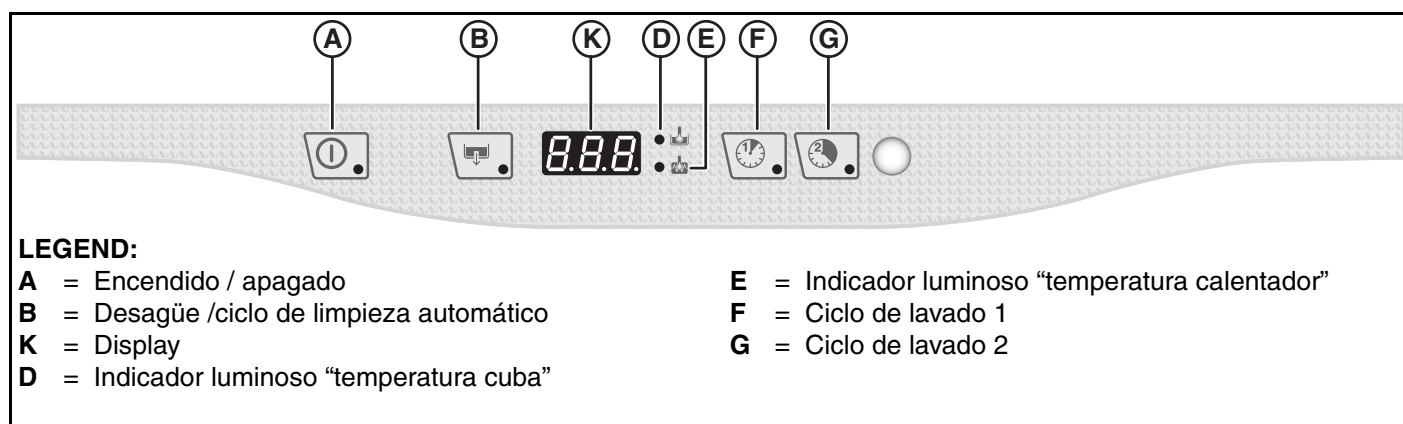

Figura 14
Se enciende la luz piloto del botón "A" (Figura 14), que indica la puesta en marcha del lavavajillas y la carga y
Para visualizar la temperatura del calentador durante el calentamiento de la cuba, abra la puerta y oprima el botón "F" (Figura 14).
Para vajillas poco sucias o vasos, oprima el botón "F" (Figura 14) (véase la tabla de tiempos).
Para vajillas con suciedad normal, oprima el botón "G" (Figura 14) (véase la tabla de tiempos).
Para vajillas muy sucias, oprima el botón "F" (Figura 14) (véase la tabla de tiempos).
- Seleccione el ciclo de desagüe oprimiendo el botón "B" (Figura 14).
- Apague el lavavajillas oprimiendo el botón "A" (Figura 14).
Cierre la puerta y seleccione el ciclo de desagüe oprimiendo el botón "B" (Figura 14).
Apague el lavavajillas oprimiendo el botón "A" (Figura 14)
Oprima el botón de encendido/apagado "A" (Figura 14).
Se enciende la luz piloto del botón "A" (Figura 14), que indica la puesta en marcha del lavavajillas la carga y calentamiento del agua. "FILL" se muestra en movimiento en el display durante toda la fase de llenado y calentamiento.